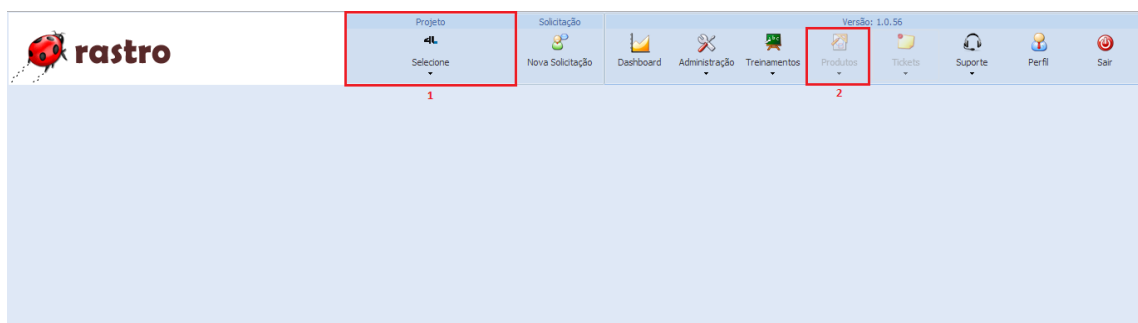

Figura 9 - Selecionar Produto
Na Figura 9 podemos observar que para o colaborador iniciar suas tarefas em um produto é necessário selecioná-lo. É importante destacar que o item 2 só será habilitado quando o colaborador selecionar uma opção de produto (representado pelo item 1).